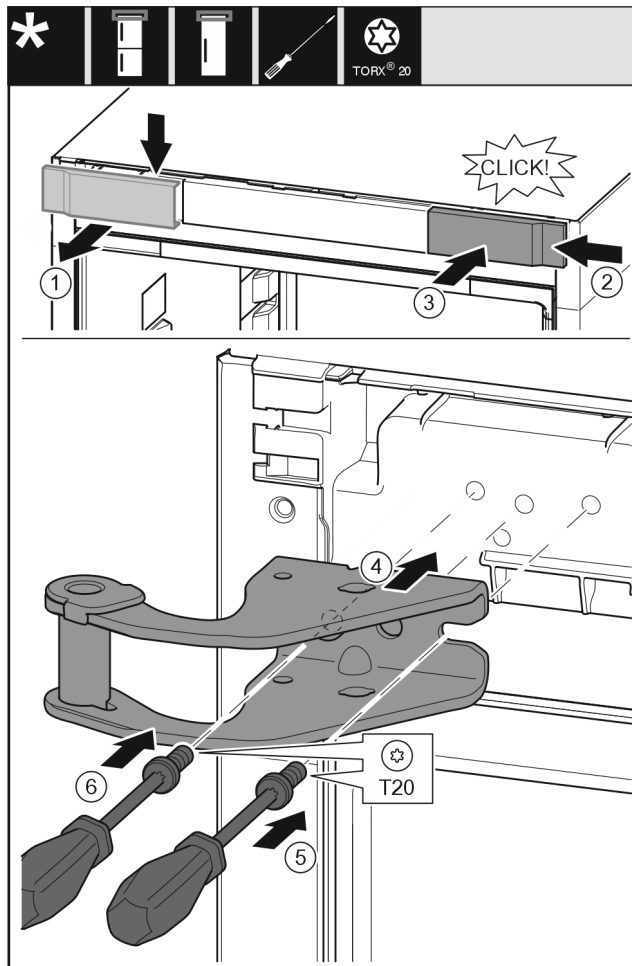

Fig. 13
- ▶ Ta av dekselet ovenfra og fremover. Fig. 13 (1)
- ▶ Monter dekselet fra høyre, dreid 180°, på den andre siden. Fig. 13 (2)
- ▶ La dekselet klikke på plass. Fig. 13 (3)
- ▶ Sett på den øvre lagerbukken. Fig. 13 (4)
- ▶ Sett skruen på og skru den fast med skrutrekker T20. Fig. 13 (5)
- ▶ Sett skruen på og skru den fast med skrutrekker T20. Fig. 13 (6)